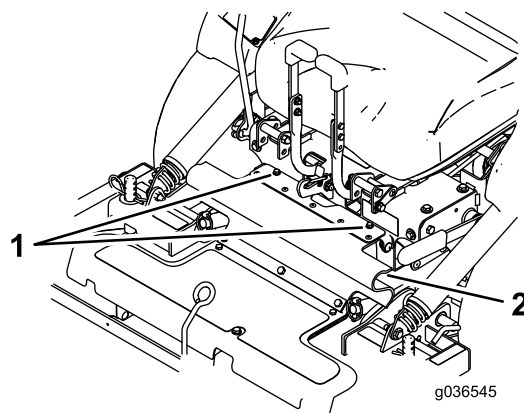

Figura 9
2. Afloje los pernos de sujeción del protector de goma (Figura 9).
- Instale el protector de goma con los pernos (Figura 9).